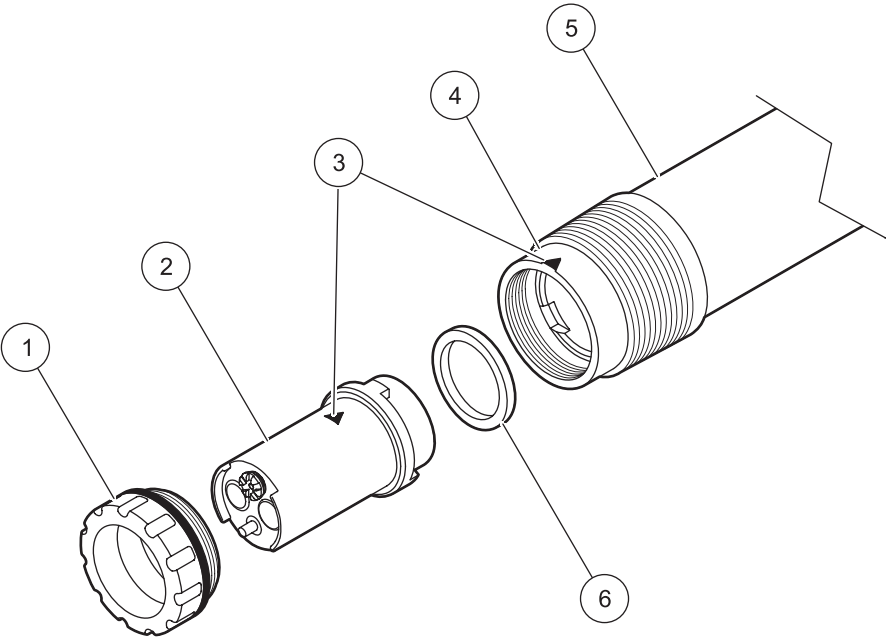

Abbildung 8 Zusammenbau des Sensors
**Wichtiger Hinweis:** Die Sensorkartusche passt nur in einer Stellung richtig in den Sensoradapter. Beachten Sie die Markierungen auf Sensorkartusche und Sensoradapter (siehe Abbildung 8 auf Seite 14).
3. Richten Sie die Markierungen auf der Sensorkartusche an den Markierungen am Sensoradapter aus (siehe Abbildung 8 auf Seite 14), und stecken Sie die Sensorkartusche in den Sensoradapter.